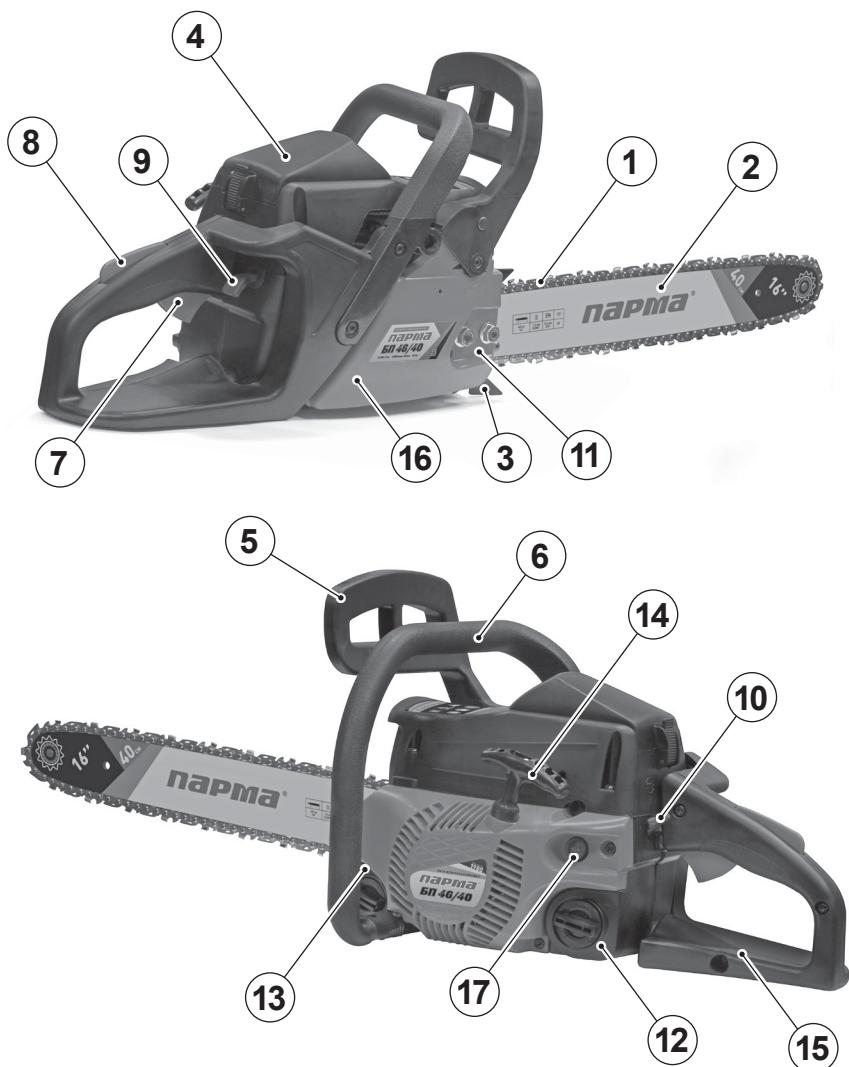

Рис. 1
3. ОСНОВНЫЕ ЭЛЕМЕНТЫ БЕНЗОПИЛЫ (рис. 1)